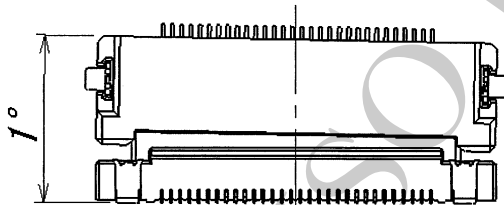
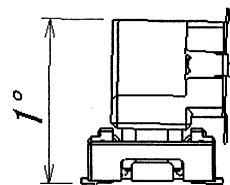

図4 / Fig.4
図5 / Fig.5
- ・嵌合時の許容角度は図4～図5になりますので、記載角度以下で使用してください。
Please mate it below the angle of the figure 4, 5, 6.